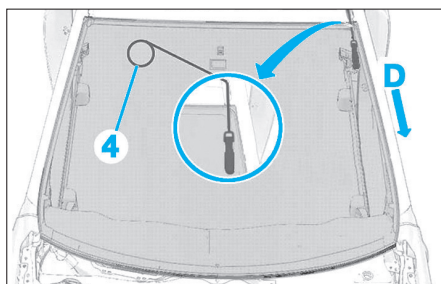

FIG. 4
- Insérer une corde à découper les cordons de colle (4) dans le coin supérieur gauche du pare-brise (Fig.4).